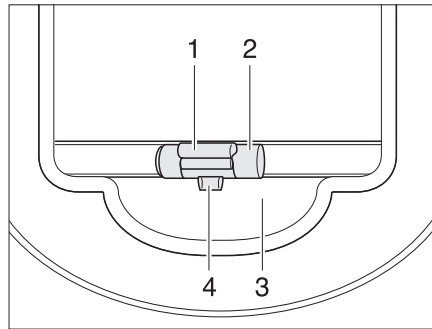

Fig. 26 Persiana oscurecedora enrollable
- Tirar la persiana oscurecedora enrollable hacia abajo con el tirador (Fig. 26,2) y hacerla engatillar.
- Tirar la persiana oscurecedora enrollable levemente hacia abajo con el tirador (Fig. 26,2) y presionar el listón de desbloqueo (Fig. 26,1) hacia fuera. El bloqueo (Fig. 26,4) se sale del alojamiento (Fig. 26,3).